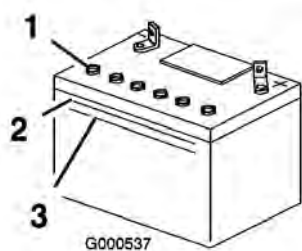

Figure 35
- Observez le côté de la batterie. Le niveau de l'électrolyte doit atteindre le trait supérieur (Figure 35). Le niveau d'électrolyte ne doit pas descendre au-dessous du trait inférieur (Figure 35).
- Enlevez les bouchons d'aération de la batterie (Figure 35).
- Versez de l'eau distillée avec précaution dans chaque élément jusqu'au repère supérieur (Figure 35) sur le côté de la batterie.
- Attendez cinq à dix minutes après avoir rempli les éléments. Au besoin, ajoutez de l'eau distillée pour amener le niveau jusqu'au repère supérieur sur le côté de la batterie (Figure 35).